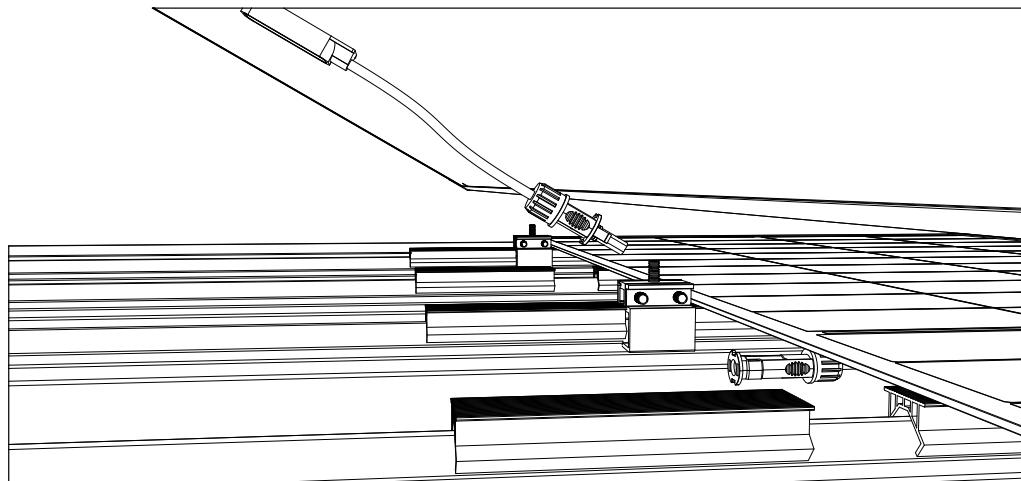

図 5
- ケーブル接続部をジョイントレンチで取り外します(図5参照)。次に、製品の取り付けクランプ位置にある高さ調整ストリップを取り外します。